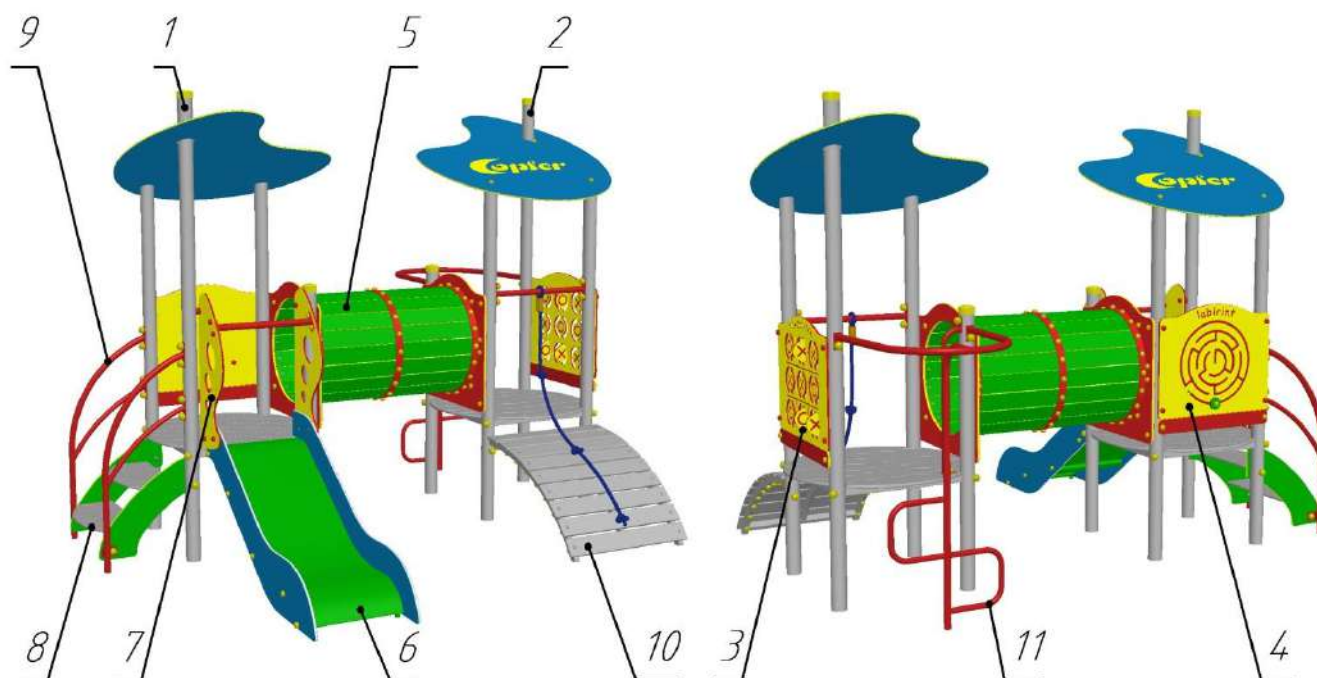

Рис.1 Общий вид детского игрового комплекса РТР 16-05А
4.1. Игровой комплекс РТР 16-05А (см. рис.1) представляет собой модульную конструкцию и состоит из двух башен **1** и **2** с крышами (высота площадок 600мм), оснащенных защитными ограждениями – «Крестики-нолики» **3** и «Лабиринт» **4**. Башни соединены тубусом **5**. По сторонам башен смонтированы горка **6** с защитной секцией **7**, лестница **8** с перилами **9**, дуговой мостик **10**, оснащенный канатом, и шест со ступеньками **11**.